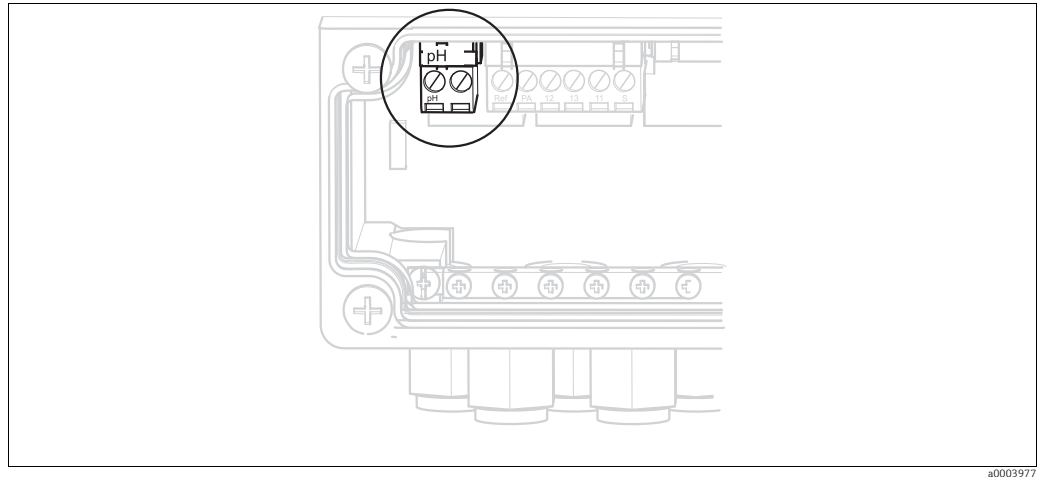

Abb. 22: pH-Klemme am Gehäusedeckel
3. Entfernen Sie die am Gehäusedeckel befindliche Klemme "pH" (s. Abb. 22) aus dem Gerät und ersetzen sie durch die mitgelieferte Klemme "DRN/SRC".